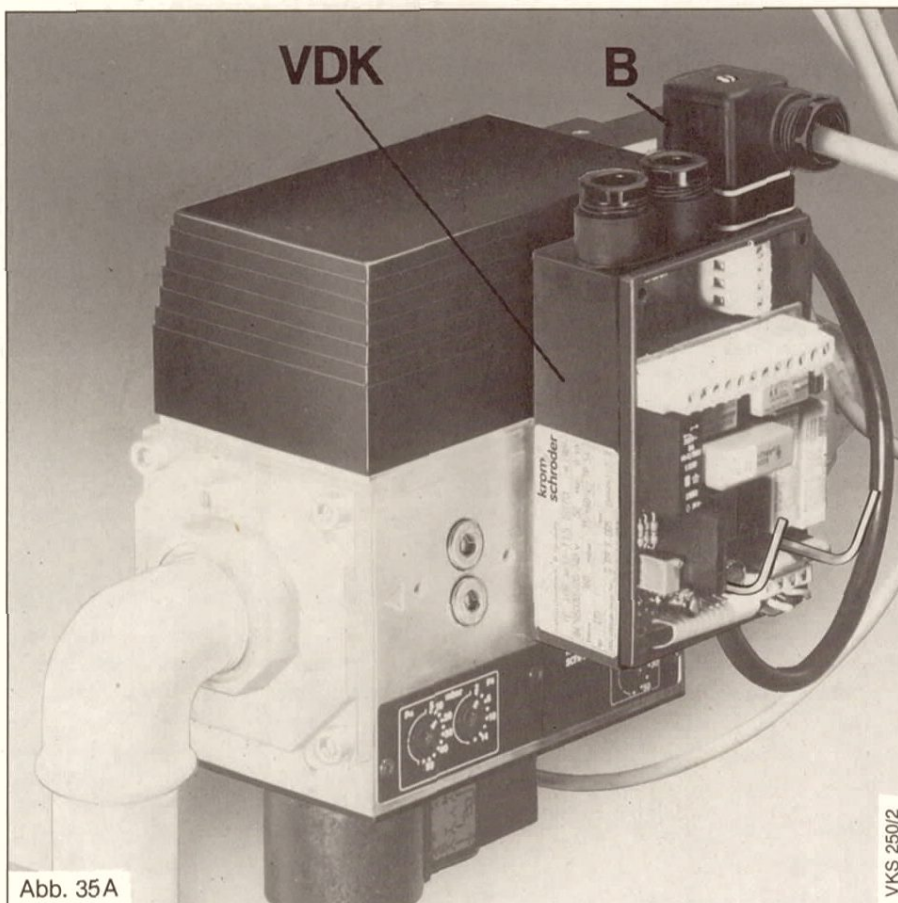

Abb. 35A
- Die Ventildichtkontrolle (VDK) wie in Abb. 35A u. 35B gezeigt mit den beiden Innensechskantschrauben (SW 3,0) befestigen.